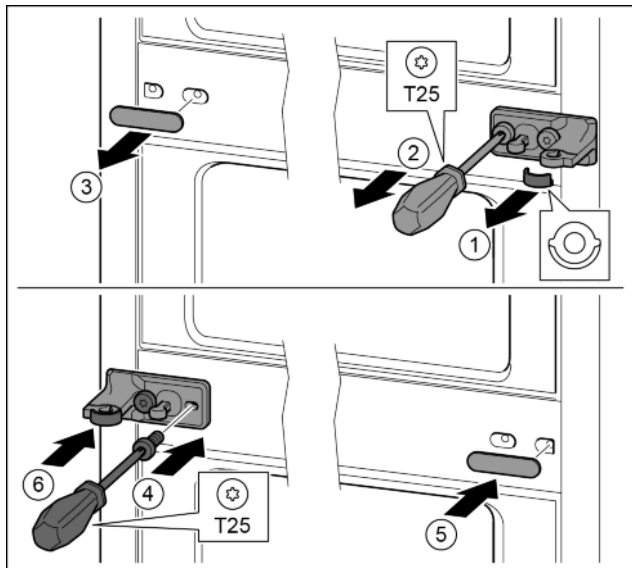

Fig. 29
- Estrarre lo spessore. Fig. 29 (1)
- Con il cacciavite T25 svitare le viti. Fig. 29 (2)
- Facendo attenzione, togliere la copertura. Fig. 29 (3)
- Avvitare il blocco di supporto con lamina ruotato di 180° sull'altro lato. Fig. 29 (4)
- Applicare la copertura ruotata di 180° sull'altro lato. Fig. 29 (5)
- Inserire lo spessore dal lato anteriore. Fig. 29 (6)